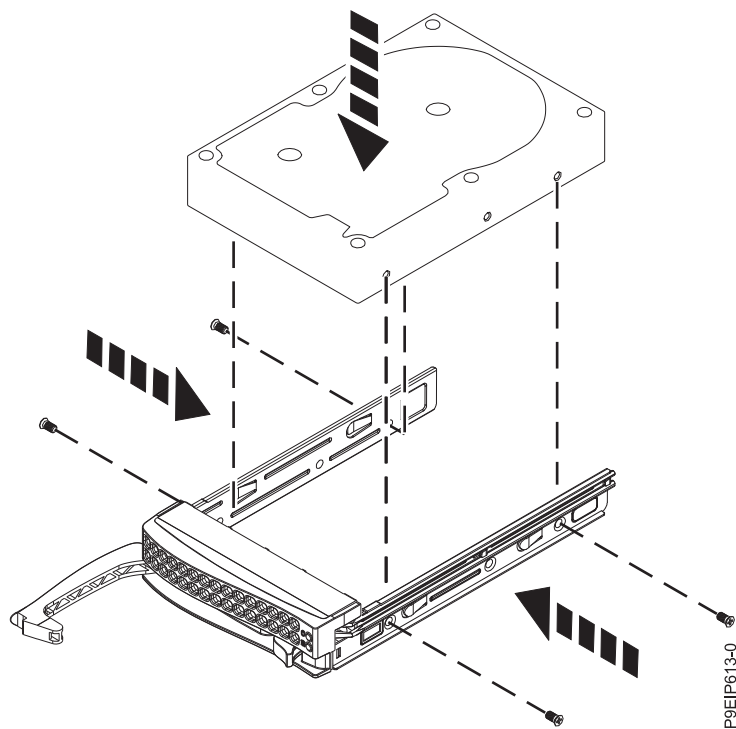

図 12. トレイへの 3.5 型ドライブの取り付け
- 3.5 型ドライブは、トレイ全体に収まります (16 ページの図 12 を参照)。ドライブをトレイの側面に 4 本のねじ (各側面に 2 本) で固定します。